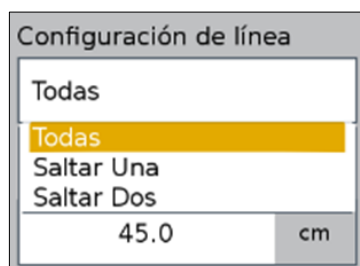

Figura 8- Selección de línea
- D) Configuración de líneas activas en plantación (disponible en el sistema estándar), Figura 8. Cuando se selecciona, puede activar todo, saltar una o saltar dos líneas. Siempre en relación con la primera línea.